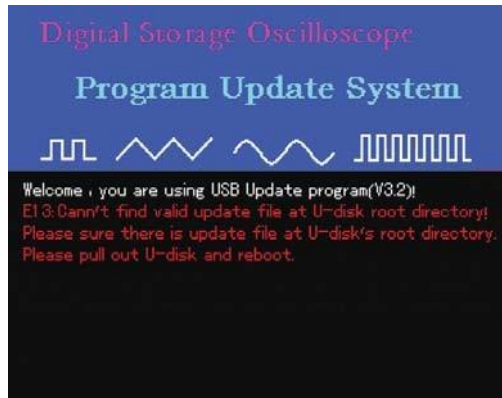

Abbildung 5-8
3. Wenn das System während der Aktualisierung das Aktualisierungsdokument im USB-Stammverzeichnis nicht finden kann, wird die Meldung in Abbildung 5-8 angezeigt: "E13 : Can't find valid update file at U-disk root directory!"